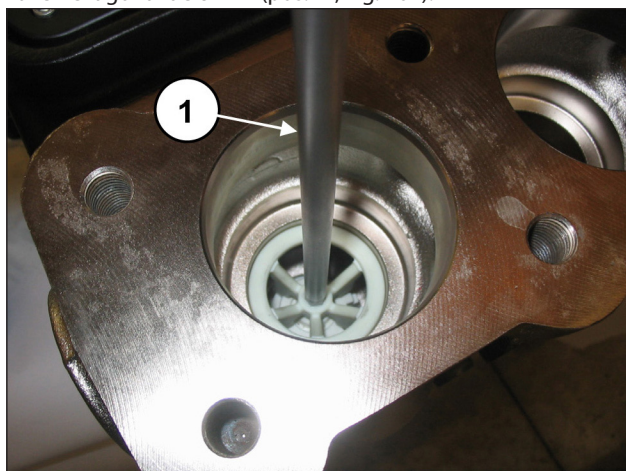

Fig. 104
Extraer el distanciador de la guía de la válvula utilizando una llave hexagonal de 8 mm (pos. ①, Fig. 104).